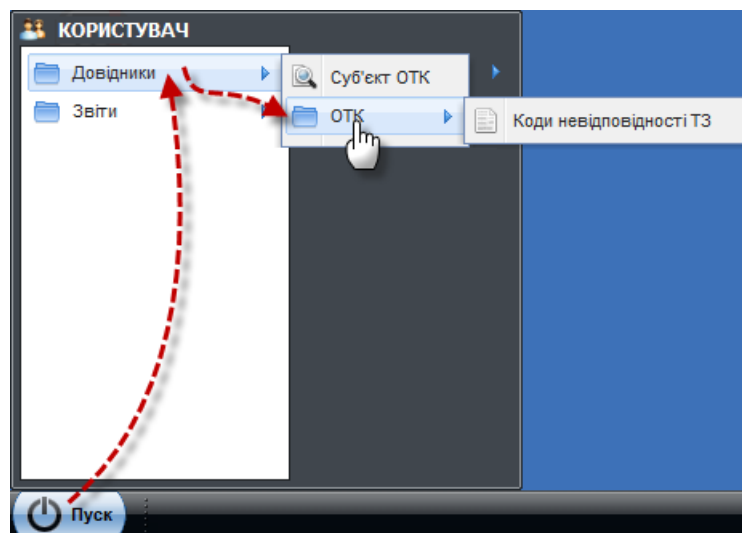

Рисунок 3.140
- 2) виконати дії, як показано на рис. 3.140.